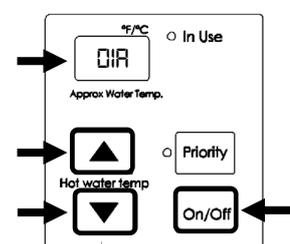

Figura 16: Pantalla del controlador
2. Presione el botón **A** ▲ durante 1 segundo. Aparecerá **QIR** en la pantalla del controlador (figura 16).